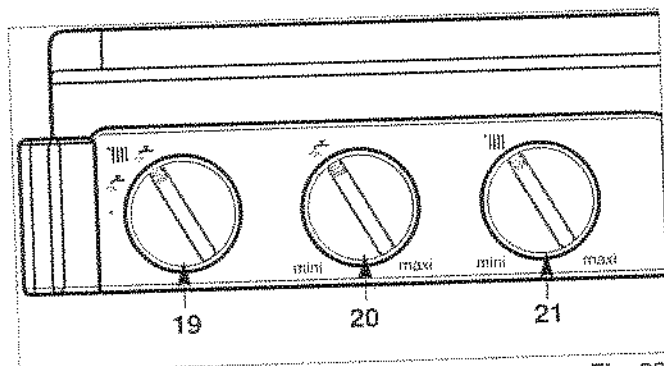
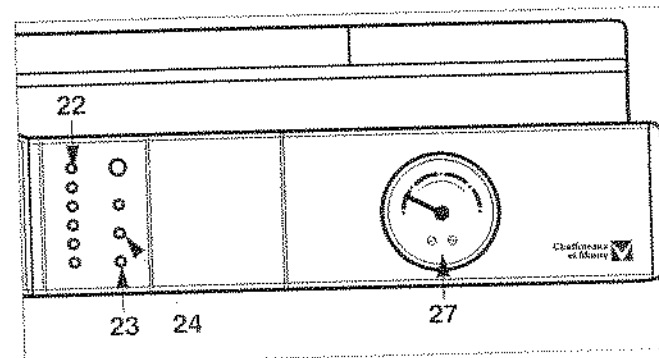

Fig. 23
Fig. 24
- Placez le commutateur "19" (fig. 23) en position « IIII ☼ » voyant vert "23" allumé ; le voyant orange "24" (fig. 24) s'allume chaque fois que le brûleur entre en fonction.
Le bouton de réglage du chauffage "21" « IIII » (fig. 23) donne la possibilité d'ajuster la température de l'eau du circuit de chauffage en fonction des besoins saisonniers.
L'indicateur "22" ↓ (fig. 24) affiche cette température.
- Placez le commutateur "19" en position arrêt « ● », extinction du voyant vert "23" (fig. 24).
Ne pas oublier de le rouvrir en début de saison de chauffage, lorsque l'on replace le commutateur "19" (fig. 23) en position « IIII ☼ ».